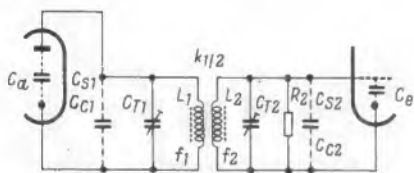

Bild 2. Einseitig bedämpftes Bandfilter; $Q_1 = \infty$; $Q_2 = Q$
b) Bandfilter mit einseitiger Dämpfung (Bild 2)